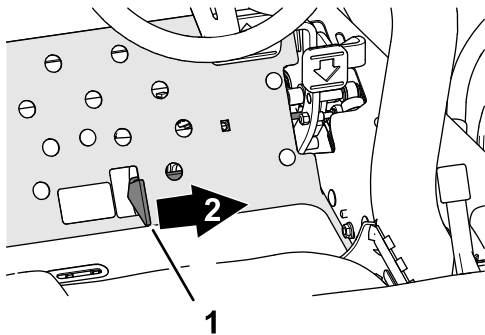

Рисунок 37
4. Нажмите рычаг управления опусканием для скашивания / подъемом (Рисунок 37) вперед для опускания и работы режущих блоков (передние режущие блоки специально опускаются раньше задних режущих блоков).
3. Нажмите на переключатель привода режущего блока, чтобы установить его в положение Включить (Рисунок 37).